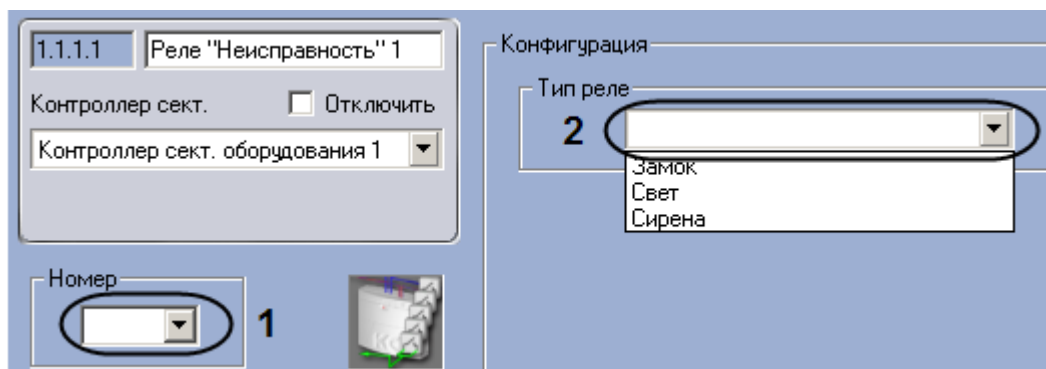

Рис. 3.6—21. Настройка реле Неисправность
2. Выбрать номер выхода контроллера сектора оборудования, к которому подключено устройство, из раскрывающегося списка **Номер** (см. Рис. 3.6—21, 1).
3. Выбрать тип подключаемого датчика из раскрывающегося списка **Тип датчика** (см. Рис. 3.6—21, 2).